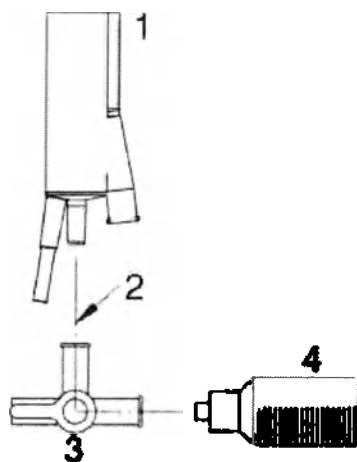
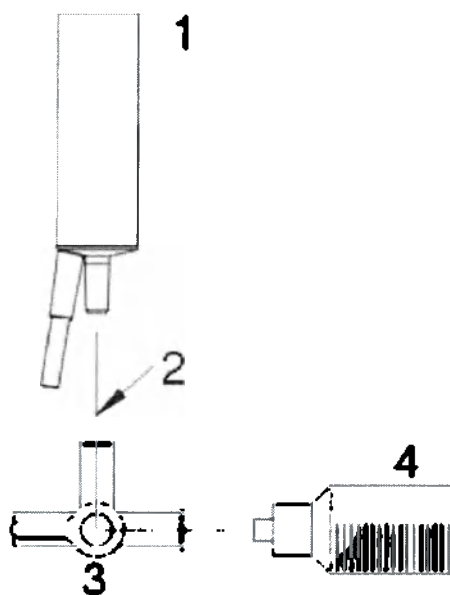

рис. 5.6. Промывка аспирационного отверстия (ультразвуковой рукоятки).
рис. 5.7. Промывка аспирационного отверстия (фрагментационной рукоятки).
D. Промойте аспирационное отверстие следующим образом (см. рис. 5.6 и рис. 5.7 ниже):